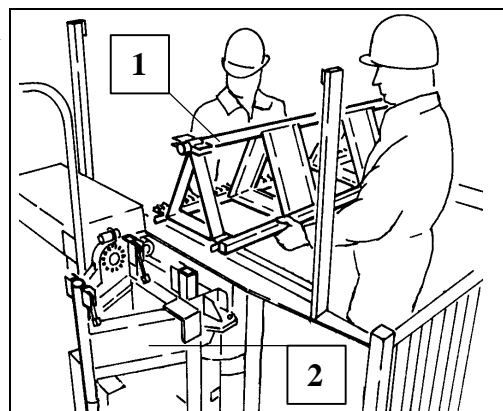

Fig. 19 Påsetting av mast-deler
- Kjør oppover og monter neste mast-del, se også Fig. 19/20.
- Plassér første slepekabelføring (1) i en avstand på ca. 6 m til den øverste ringen på kabeltønna.